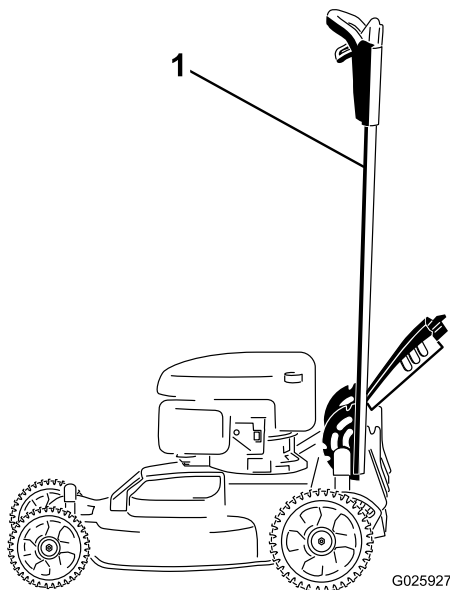

Figure 40
1. Verrouillez le guidon en position verticale (Figure 40); voir Réglage de la hauteur du guidon (page 12).